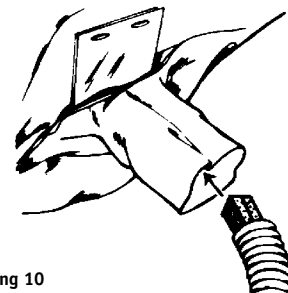

Abbildung 10
2. Führen Sie den Atemschlauch ca. 12 cm in die Lufteintrittsmuffe der Haube ein (siehe Abb. 10).